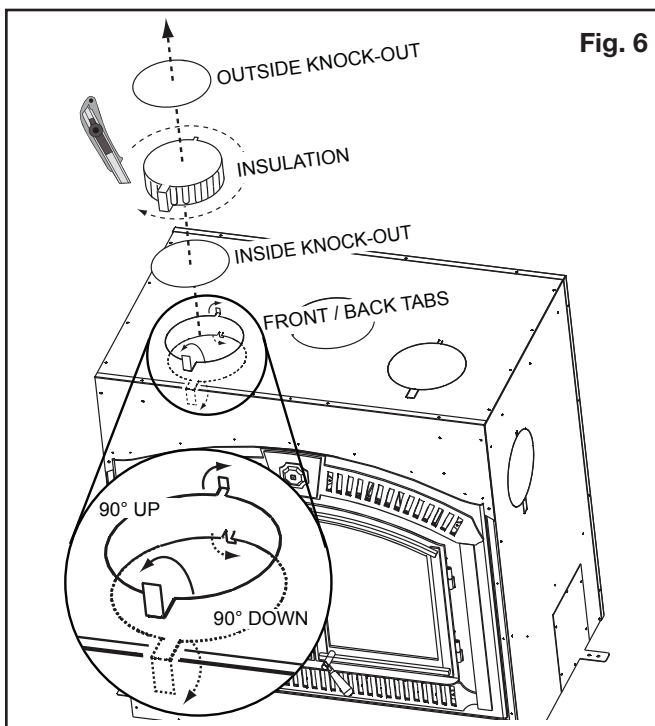

Fig. 6
2. Bend the front & back tabs and cut out the insulation from those areas (Fig. 6).
5. Bend the top front and back tabs back into position flush with the firebox top, the bottom tabs may be left bent (Fig. 6).
2. Pliez les pattes avant et arrière et coupez le matériau isolant à ces endroits (Fig. 6).
5. Remettez les pattes supérieures avant et arrière à égalité avec le dessus du caisson du foyer, les pattes inférieures peuvent demeurer pliées (Fig. 6).